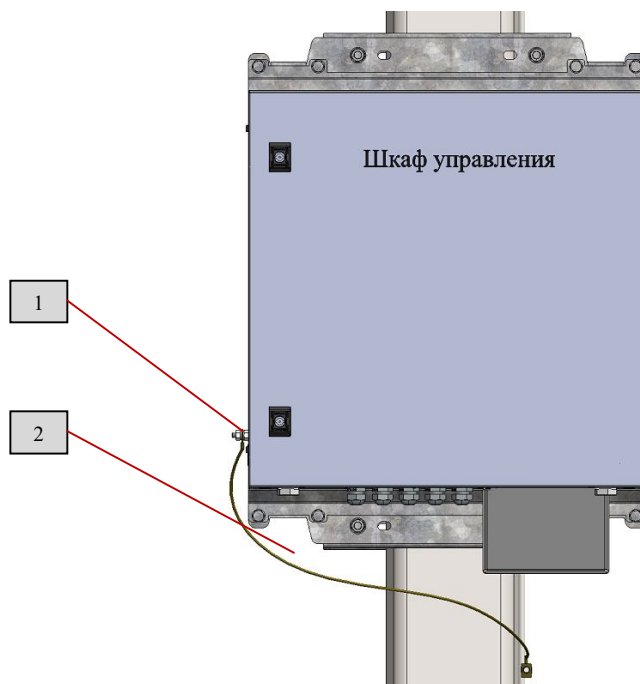

Рис.52 Заземление шкафа управления и шкафа учёта
Заземление шкафа управления (рис.52) производится через шпильку заземления (1).